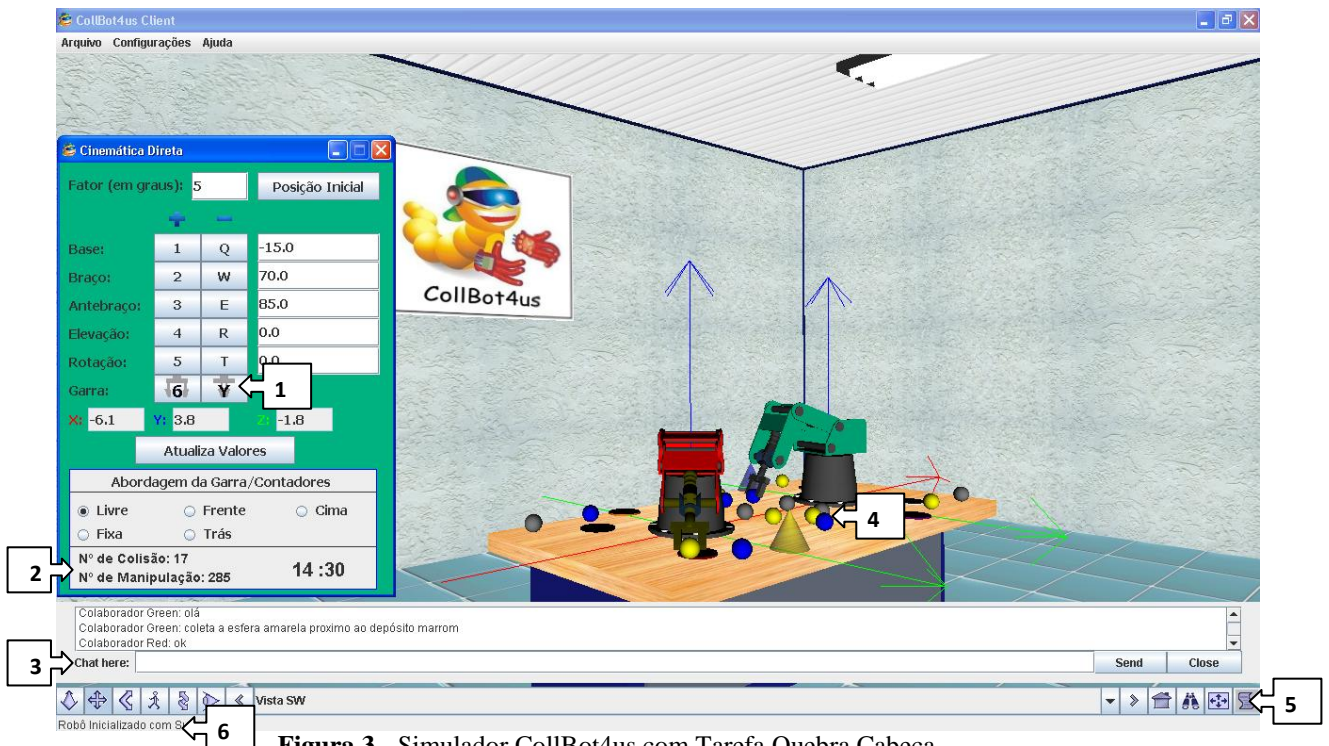

Figura 3 - Simulador CollBot4us com Tarefa Quebra Cabeça.
Nesta tarefa os objetos foram distribuídos de forma que aumentou a probabilidade de colisão e, portanto requer mais atenção entre os operadores, pode ser visto na figura 3(4). Alguns objetos foram colocados para parecer que estão próximos, mas não estão e, portanto incentiva a comunicação tanto para avisar que descobriu isso, já que o cenário é simétrico, quanto para pedir para o colaborador trazer para dentro da área de alcance dos robôs.
- Quando iniciar a tarefa, automaticamente aparecerá uma janela para controle do robô (Cinemática Direta) o qual é responsável pelo controle e movimentação das juntas do robô, esses comandos são manipulados em uma janela específica conforme exibida na janela verde ao lado esquerdo da figura 3 com os seguintes recursos:
- ✓ Botão 6 e botão Y – respectivamente, abre e fecha a *garra* do robô, conforme figura 3(1);
Na janela CD figura 3(2) possui também o número de colisão, o número de manipulações e a cronometragem do tempo de duração da tarefa, o qual são algumas das medidas utilizadas para avaliação da colaboratividade. E, para facilitar a identificação de qual robô o operador está controlando, a cor da janela CD é igual ao seu respectivo robô, neste caso ou verde ou vermelho.
O CollBot4us possui também uma área de chat colaborativo o que possibilita a troca de mensagens textuais instantâneas, que o operador pode utilizar para o afinamento da coordenação. Esta ferramenta, exibida na figura 3(3), proporciona à dupla estabelecer comunicação constante de forma síncrona. Para isto, o operador deve ir ao menu configurações (tools caso o idioma esteja em inglês) e clicar na opção chat. Quando o operador enviar uma mensagem para seu colaborador, automaticamente irá abrir a janela de chat no ambiente do colaborador com a respectiva mensagem enviada.
Além dos comandos aplicados ao robô e aos objetos do cenário o que faz com que a cena gráfica seja atualizada remotamente. A interface do simulador possui também, controles que são executados somente no simulador local, sem afetar a visualização do colaborador: Na parte inferior da janela principal figura 3(5), existem controles de visualização 3D que permitem nove modos de navegação (Walk, Slide, Examine, Fly, Pan, Game Like, Jump, Geo Examine e Geo Fly) na cena. Estas opções permitem visualizar com diferentes níveis de detalhe escolhidos localmente pelo operador, disponibilizando diferentes formas de visualizar e analisar objetos tridimensionais, com recursos de visão espacial, zoom, deslocamento, navegação em diversos ângulos.
Por fim, na figura 3(6) aparecerá o *status* da tarefa e das ações aplicadas ao simulador.